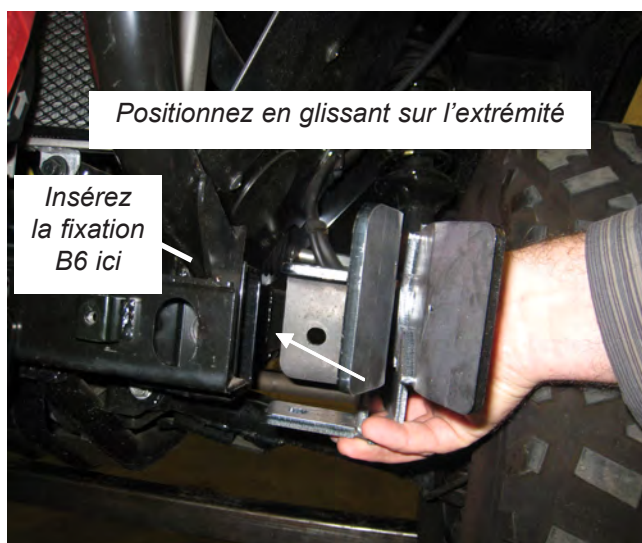

Figure 3
3. Placez les kits de montage de lame (A1, A2) en position. Voir figure 3. Posez les fixations (B1, B2, B3) (B4, B5, B6, B7) tel qu'indiqué dans la liste des pièces. Ne serrez pas pour l'instant.
Remarque : Pour installer la fixation (B6), glissez-la dans l'ouverture sous le tube de pare-chocs. Voir figure 3.